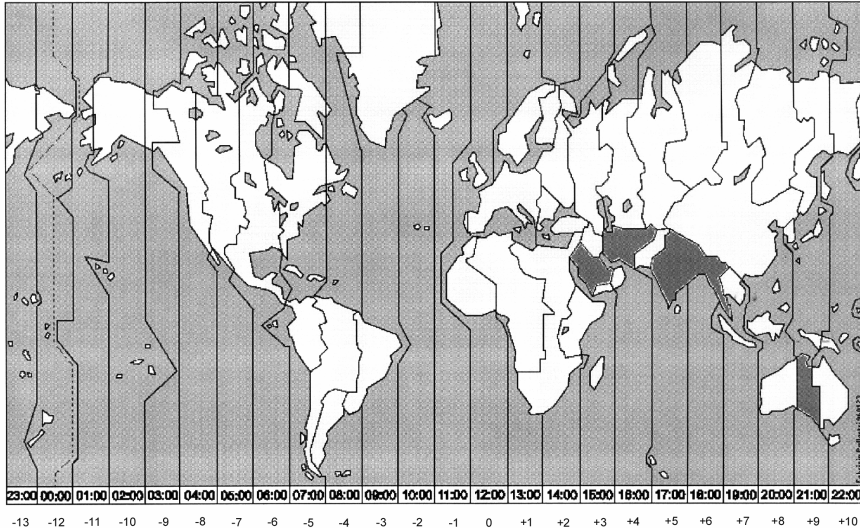

Abbildung 3.6. Offset gegenüber UTC
7. Wählen Sie das verwendete Zeitsystem (**UTC** oder **Lokal**) im Block **Zeit**. Wenn Sie eine Lokalzeit wählen, geben Sie einen Wert für den Offset ein; dieser Offset ist die Differenz zwischen Ihrer Lokalzeit und UTC in Stunden. Verwenden Sie Abbildung 3.6 als Referenz. Für die Sommerzeit gehen Sie eine Zeitzone in Richtung Osten.